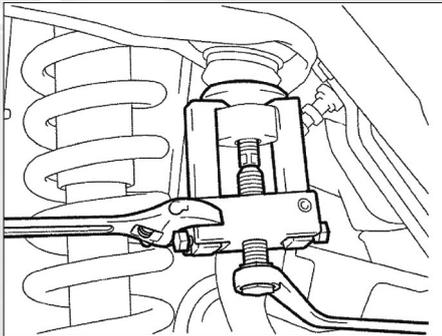

FIG. 9
- A l'aide d'un extracteur, désaccoupler la rotule du bras au pivot (**fig. 9**).
- A l'aide d'un extracteur désaccoupler la rotule du triangle au pivot (**fig. 9**).